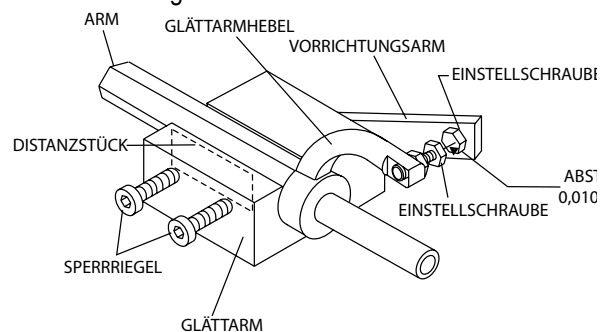

Abbildung 56. Glättarmeinstellung
1. Schrauben Sie die Sicherungsschrauben an der Ausrichtungsvorrichtung heraus und legen Sie den Glättarm (mit dem Hebel) in die Kehle der Einstellvorrichtung, wie in Abbildung 56 gezeigt.
5. Stellen Sie den Abstand zwischen den Schrauben wie in Abbildung 56 gezeigt ein, damit dieser zu einem der Arme passt. Die anderen Arme werden angepasst, um diesen Abstand zu entsprechen.